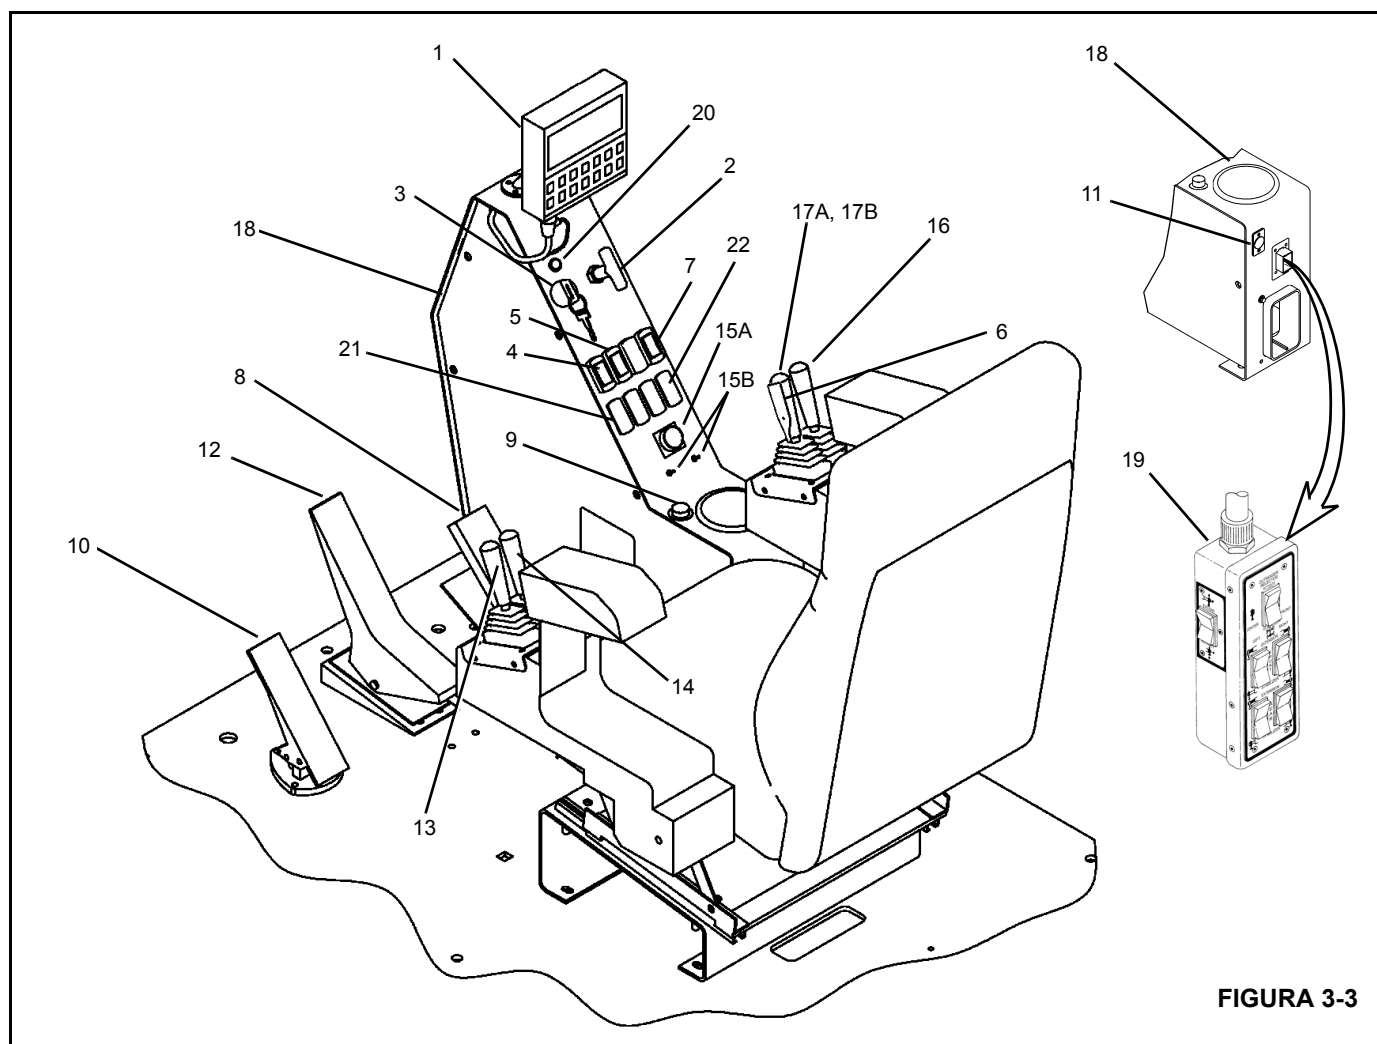

FIGURA 3-3
El indicador de nivel secundario opcional se encuentra en la cabina de la grúa (4) (Figura 3-3) y se instala cuando se adquiere una segunda caja de control de estabilizadores portátil para la cabina de la grúa.
Los controles de la grúa se encuentran en la cabina de la grúa y se usan para accionar todas las funciones de la grúa. Vea la Figura 3-3 para la identificación de los números de los artículos en la cabina de la grúa. Para obtener la mejor respuesta de los controles, haga funcionar el motor a la aceleración gobernada cuando se usa la grúa.
El botón de la bocina de giro (4, Figura 3-3) se encuentra en la consola de la cabina de la grúa. Oprima el botón para hacer sonar la bocina y advertir a los demás trabajadores en el sitio del movimiento inminente de la grúa. Un LED ámbar se ilumina cuando el interruptor está conectado.
La palanca de control de giro (13, Figura 3-3) se encuentra en el apoyabrazos izquierdo y regula la rotación de la pluma. Empuje la palanca hacia adelante para hacer girar la pluma en sentido horario y tire de ella hacia atrás para hacer girar la pluma en sentido contrahorario.
El pedal del freno de giro (10, Figura 3-3) se encuentra en el lado izquierdo del piso de la cabina de la grúa. El pedal de freno se usa para activar el freno de giro y mantener la torreta momentáneamente en posición.
La palanca de control telescópico (14, Figura 3-3) se encuentra en el apoyabrazos izquierdo. Empuje la palanca hacia adelante para extender la pluma y tire de ella hacia atrás para retraer la pluma. Si la máquina tiene el control opcional con alambres, esta palanca se usa para alimentar y retraer el alambre (vea Pedal de control telescópico de la pluma).
El pedal de control telescópico (12, Figura 3-3) se encuentra en el piso de la cabina de la grúa y sirve para extender y retraer la pluma. Empuje el pedal hacia adelante para extender la pluma y hacia atrás para retraer la pluma. Este pedal se utiliza en las máquinas con controles con conexión por alambres. Si la máquina no tiene la opción de conexión por alambres, la palanca de control telescópico (14) se utiliza para extender y retraer la pluma.
La palanca de control del malacate (17, Figura 3-3) se encuentra en el apoyabrazos derecho. Empuje la palanca hacia adelante para bajar la carga y tire de ella hacia atrás para elevar la carga.
El interruptor de ráfaga de velocidad (6, Figura 3-3) se encuentra en la palanca de control del malacate y se usa para aumentar la velocidad del malacate. Oprima el interruptor para activar la función de ráfaga de velocidad.
El indicador de rotación del malacate se encuentra en la parte superior de la palanca de control del malacate (17B, Figura 3-3). El indicador se controla por medio de una señal recibida de un transmisor electrónico y de un sensor instalado en el malacate. El operador detecta una señal pulsante en su dedo pulgar cuando se acciona el malacate.
La palanca de control de elevación de la pluma (16, Figura 3-3) se encuentra en el apoyabrazos derecho y se usa para elevar y bajar la pluma. Empuje la palanca hacia adelante para bajar la pluma y tire de ella hacia atrás para elevar la pluma.
El pedal acelerador (8, Figura 3-3) se encuentra en el piso de la cabina de la grúa y se usa para regular la velocidad del motor. Pise el pedal para acelerar el motor y suéltelo para permitir que el motor retorne a ralentí.
El acelerador de mano (2, Figura 3-3) se encuentra en la consola de la cabina de la grúa. Para acelerar el motor, tire del control hacia fuera y gírelo para trabarlo en posición. Gírelo para destrabarlo y empújelo hacia dentro para retornar el motor a velocidad de ralentí. Si se acelera el motor diesel se aumenta la velocidad de funcionamiento.
El conector de la caja de control de estabilizadores (19, Figura 3-3) se encuentra en la parte inferior de la consola de la cabina de la grúa. El conector suministra alimentación a la caja de control de estabilizadores para permitir accionar los estabilizadores desde la cabina de la grúa.
El interruptor de alimentación del control remoto por radio (21, Figura 3-3) es un interruptor basculante tipo conectado/punto muerto/conectado (contacto momentáneo). Hay que presionarlo a una de las posiciones de conectado antes de poder utilizar el control remoto por radio.
El interruptor de anulación del LMI (22, Figura 3-3) es un interruptor basculante tipo conectado/punto muerto/conectado. Cuando se presiona el interruptor a la posición de conectado, se vuelven a habilitar las funciones de bajada de la pluma, telescopización y elevación. Estas funciones se inhabilitan cuando el indicador del momento de carga (LMI) detecta una condición de sobrecarga. Es importante leer y comprender la información de advertencia en cuanto a la anulación del LMI, dada en el Manual del operador del LMI, antes de utilizar el interruptor de anulación.
Los controles de climatización (15) (Figura 3-3) de la cabina se usan para ajustar el calefactor y el acondicionador de aire para mayor comodidad del operador.